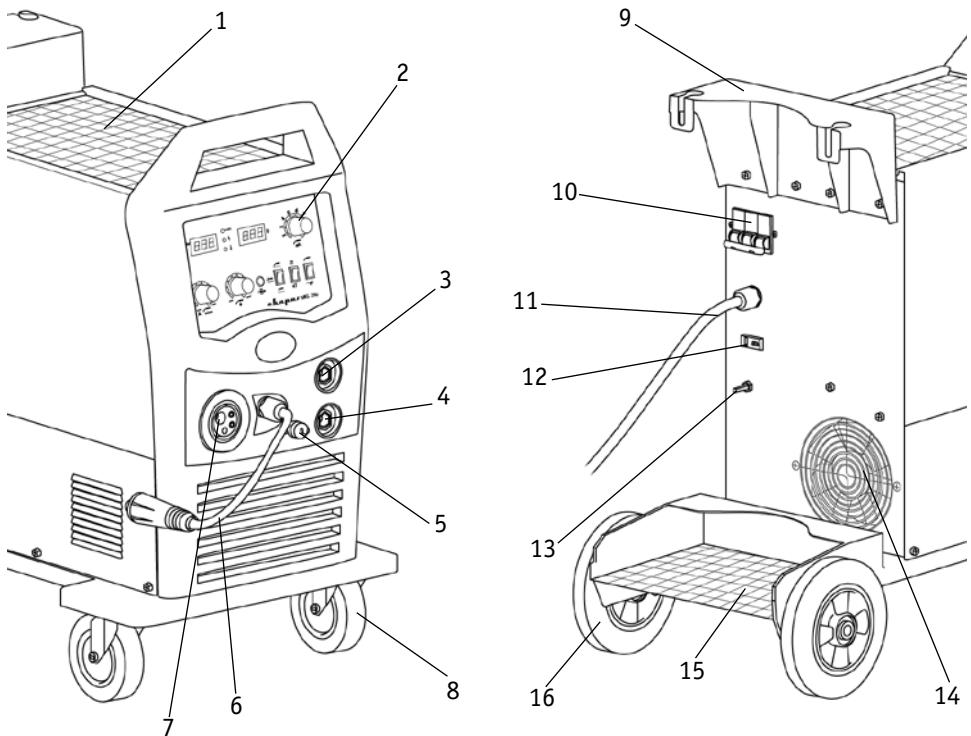

Рис. 6.1. Вид источника питания спереди и сзади.
1. Подсоедините газовый шланг к газовому разъёму аппарата (См. рис. 6.1, п. 13) и к газовому редуктору на баллоне.
2. Подключите сварочную горелку для MIG/MAG сварки в «еворозьём» на передней панели сварочного аппарата (См. рис. 6.1, п. 7).